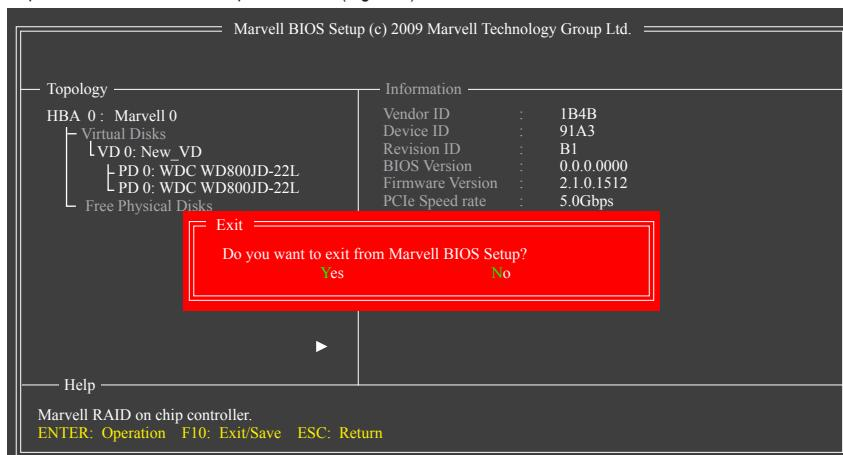

Figure 7
7. Enregistrer les modifications et Quitter. Lorsque vous avez fini la configuration du RAID et avant de quitter l'écran de configuration, n'oubliez pas d'appuyer sur **<F10>** dans l'écran principal. Appuyez sur **<Y>** pour confirmer ou sur **<N>** pour annuler (Figure 7).